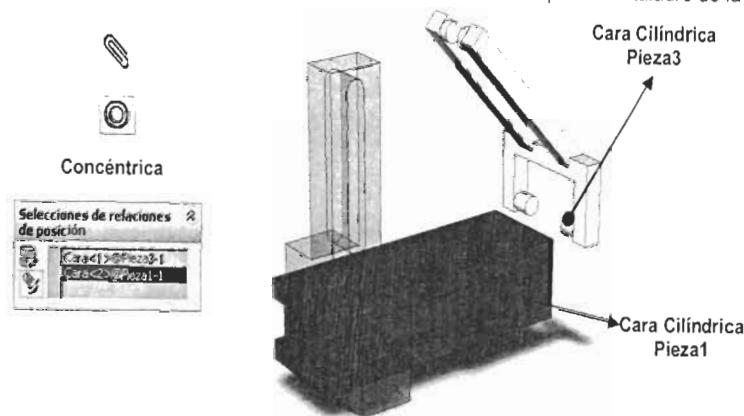

Figura 8.21. Primera Relación de posición entre la pieza1 y la 3.
- Pulse Agregar Relaciones de posición y seleccione las Caras cilíndricas de la pieza1(taladro) y 3 (saliente) indicadas en la Figura 8.21. Pulse la relación Concéntrica y observe como la pieza3 se orienta hasta ser concéntrica respecto del taladro de la pieza1.